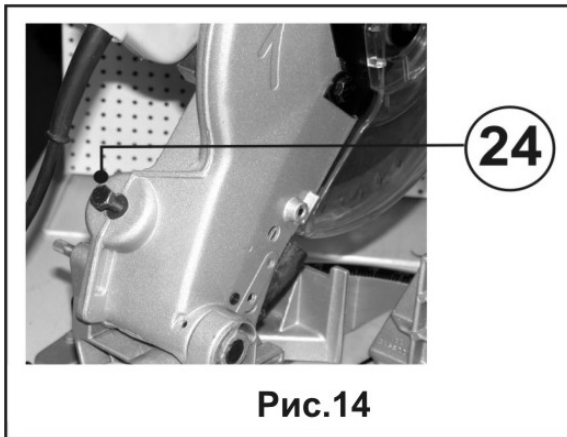

Рис.14
11.1...Перед началом регулировки выключите пилу из розетки. Пилы, отлаженные на заводе, достигают максимальной возможности пиления при использовании пильного диска ф255 мм. Когда диаметр пильного диска уменьшается вследствие заточки инструмента, отрегулируйте глубину регулировочным болтом (24) с помощью торцевого ключа. Пильный диск опускается торцевым ключом поворотом регулировочного болта (24) против часовой стрелки и поднимается поворотом регулировочного болта (24) по часовой стрелке, Рис.14.